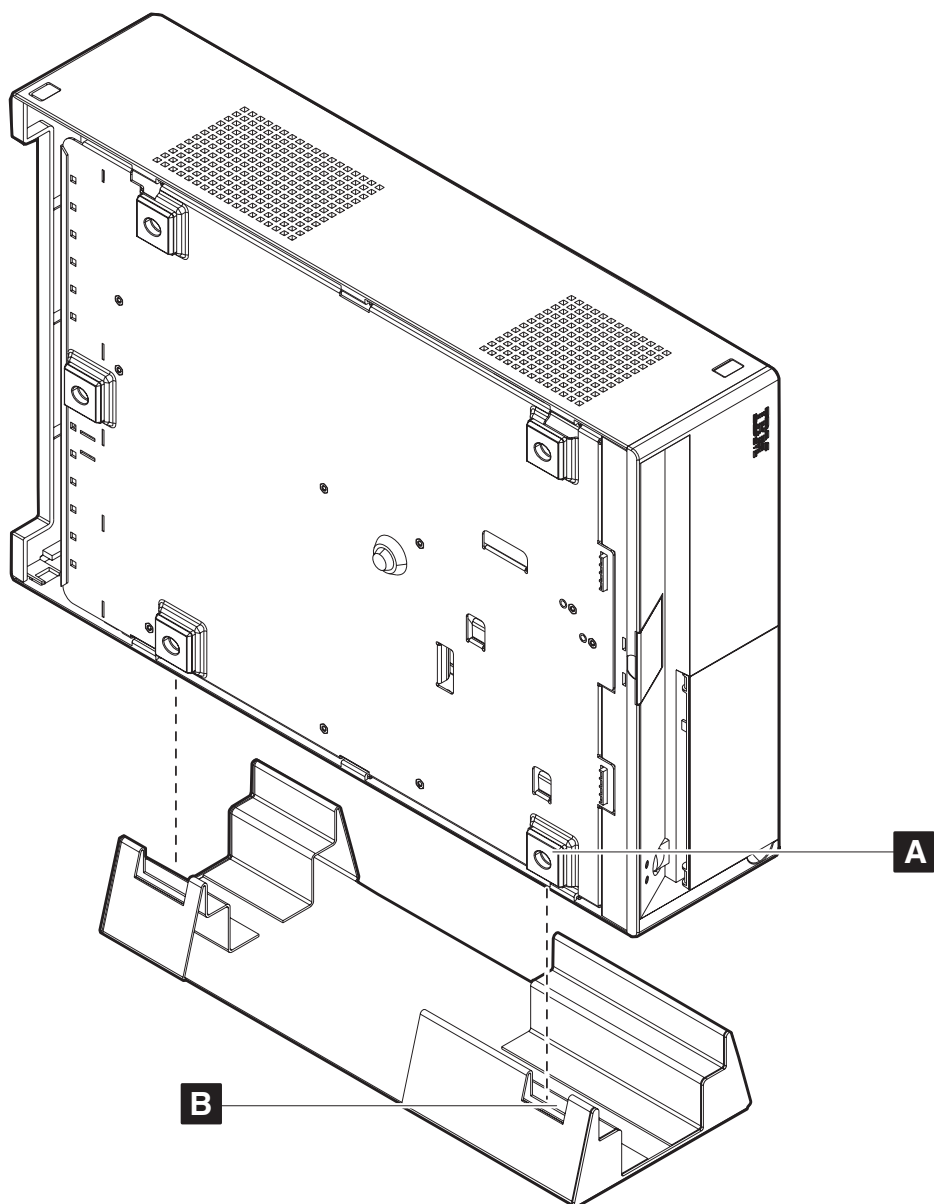

图 79. 将系统部件安放在直立架上
2. 如第 76 页的图 79 中所示，将系统部件放置在直立架上。前挡板门应该靠近架子，以使通风孔朝上，并且无阻隔。